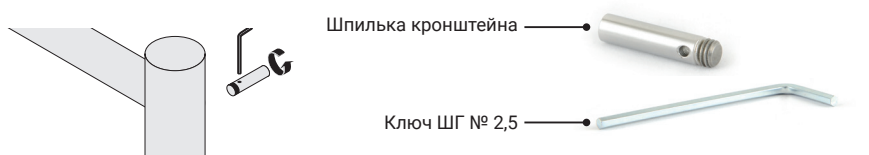

Рис.1
4.1.2. Установить на полотенцесушитель шпильки кронштейнов (рис. 1). Для плотной протяжки шпилек можно использовать ключ ШГ №2,5 который нужно вставить в технологическое отверстие в шпильке и подтянуть по часовой стрелке до упора.